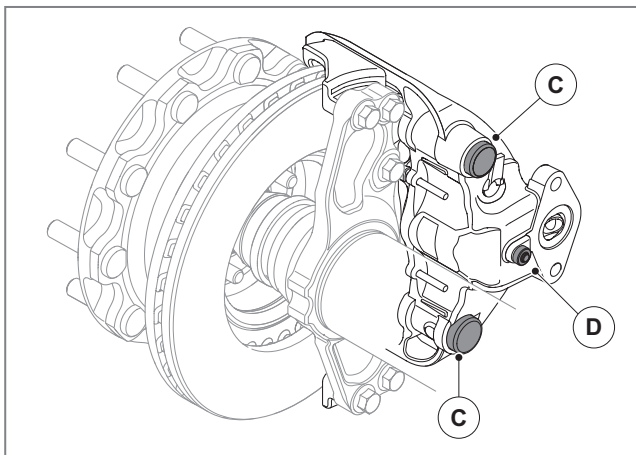

Abb. 21 - Zwei Schutzkappen
5. Zwei Schutzkappen zum Schutz der Führungsbolzen (C), siehe ► Abb. 21.
Die Mutter (D) darf nicht verstellt werden, siehe ► Abb. 21.